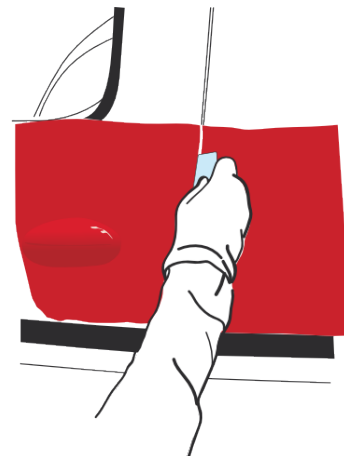

Figure 32
- › Finir le travail en passant la raclette sur la découpe. Incliner la raclette dans le prolongement du bord fin. (FIG. 32) Bien appliquer le film sur les bordures, arrondies et faces attenantes ou opposées.